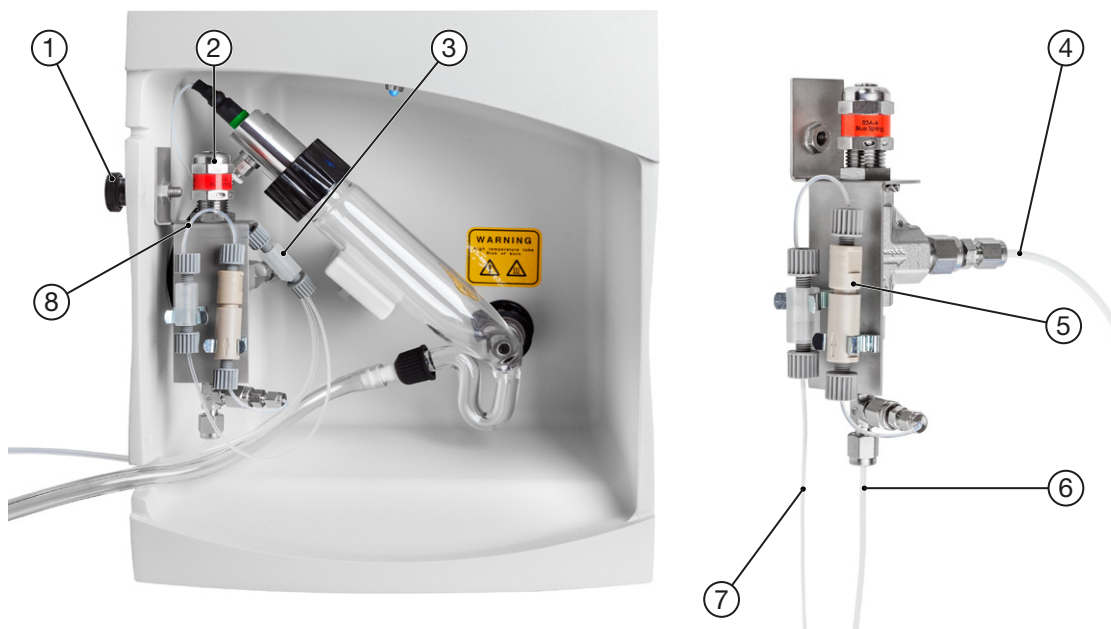

Fig. 5.12: Chambre de détection/Fractionneur de débit
2. Connectez le fractionneur au nébuliseur ELSD à l'aide du raccord fourni (N° d'art. 044302), (position ③ dans la Fig. 5.12).